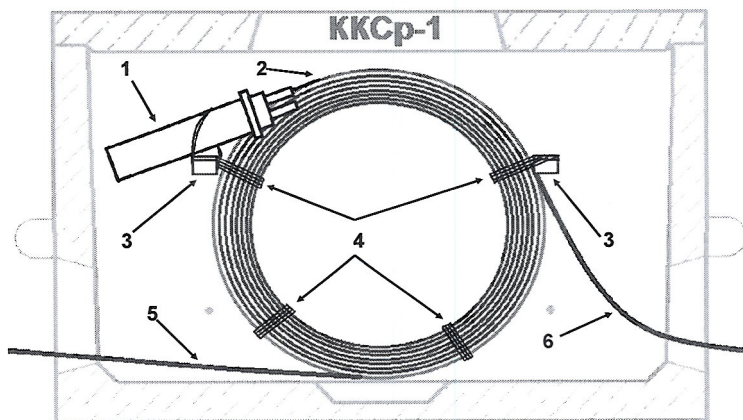

Рис. 2. Крепление муфты и бухты запаса ОК на боковой стене колодца ККСр-1:
4.1.6. Муфту укладывают на консоли КСО, или на консоли ККЧ, закреплённые на вертикальных кронштейнах, и привязывают к консолям стальной проволокой (рис. 2).